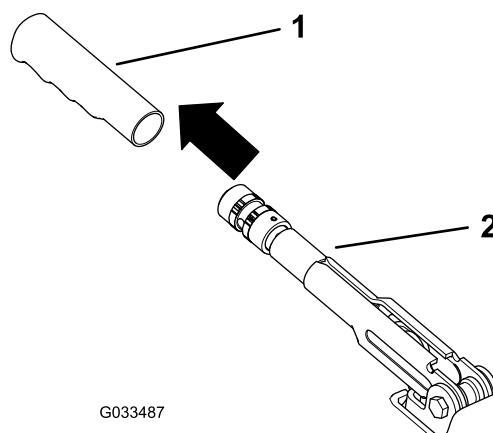

Figure 56
1. Enlevez la poignée en caoutchouc du levier de frein du stationnement (Figure 56).
5. Placez la poignée en caoutchouc sur le levier du frein de stationnement (Figure 56).